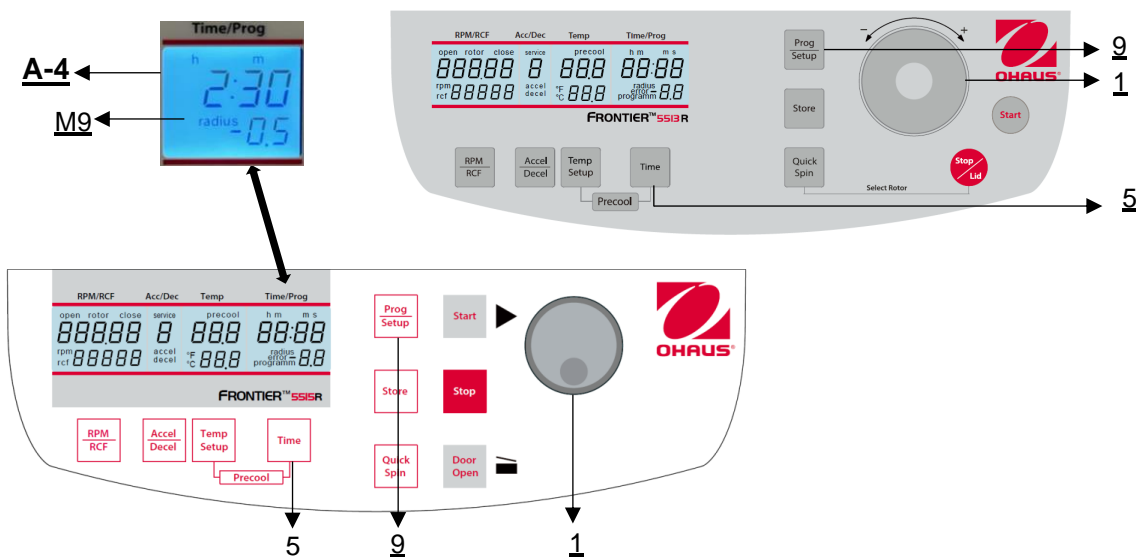

Abbildung 17
Schließen Sie zunächst den Zentrifugendeckel, drücken Sie dann gleichzeitig die Taste **"Time"** (5) und die Taste **"Prog/Setup"** (9) und halten Sie sie gedrückt (**siehe Abbildung 17**).